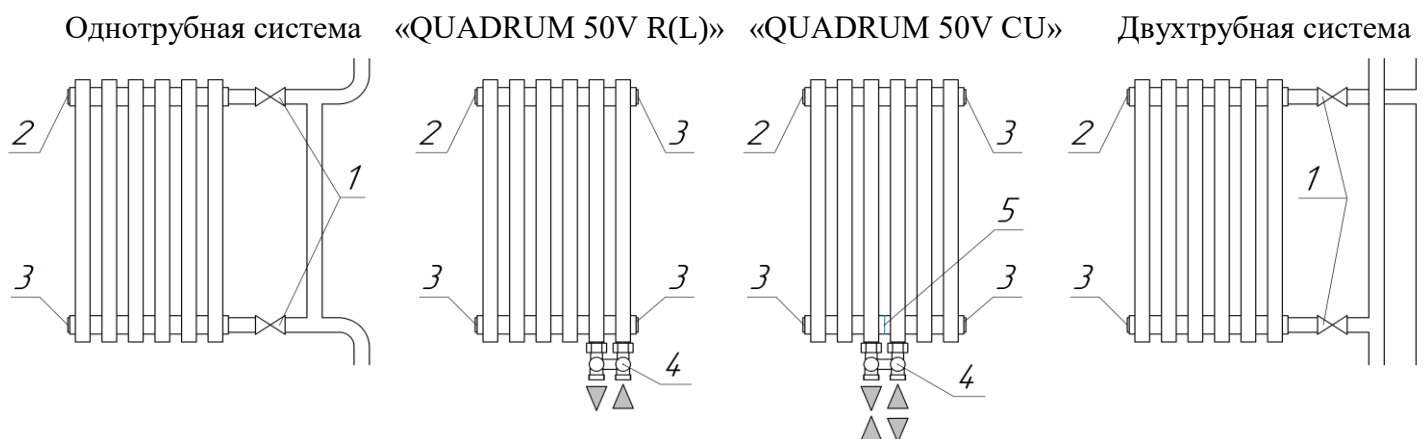

Рис. 2 1. Вентиль. 2. Кран Маевского - воздухоотводчик. 3. Пробка глухая. 4. Запорно-присоединительный клапан нижнего подключения. 5. Внутренняя перегородка.
5.7. Схема подключения радиаторов приведена на рис. 2.